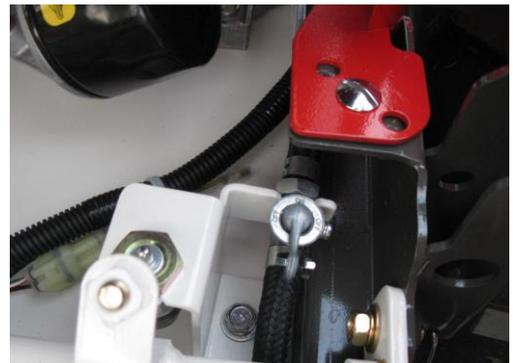

Figure 17
- La débroussailleuse RM88 ou RM 97 est équipée d'un robinet d'essence qui permet d'isoler le réservoir. Il alimente le moteur lorsqu'il est orienté vers le bas, il est fermé lorsqu'il est orienté horizontalement (Figure 17).